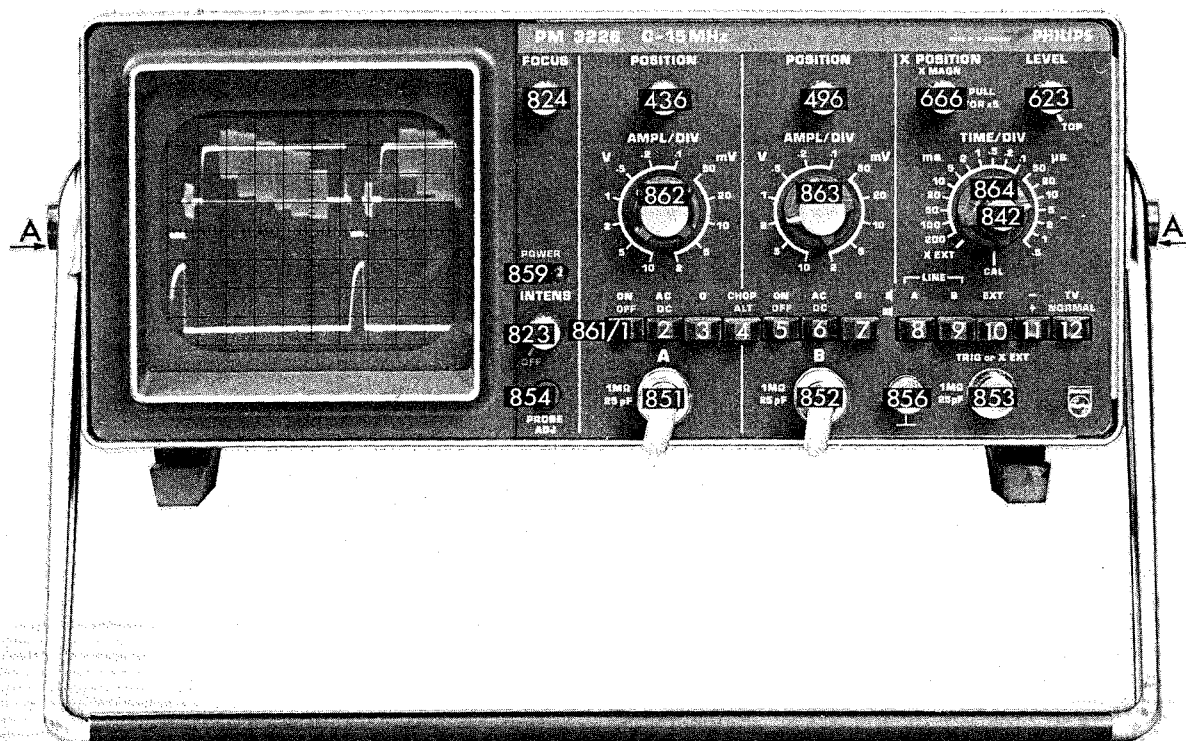

Abb. 2.2. Frontansicht mit Angabe der Bedienungsorgane
Das Gerät kann in horizontaler Lage, in vertikaler Lage, oder mit Hilfe des heruntergeklappten Tragbügels in verschiedenen gekippten Lagen aufgestellt und betrieben werden. Um den Tragbügel frei zu setzen, beide Schwenknöpfe A (siehe Abb. 2.2) drücken.
## 2.1.6. Bedienungorgane und Buchsen (Abb. 2.2.)
- den Handgriff von der Frontplatte wegschwenken, dazu sind die beiden Verriegelungsknöpfe A (siehe Abb. 2.2.) zu drücken.